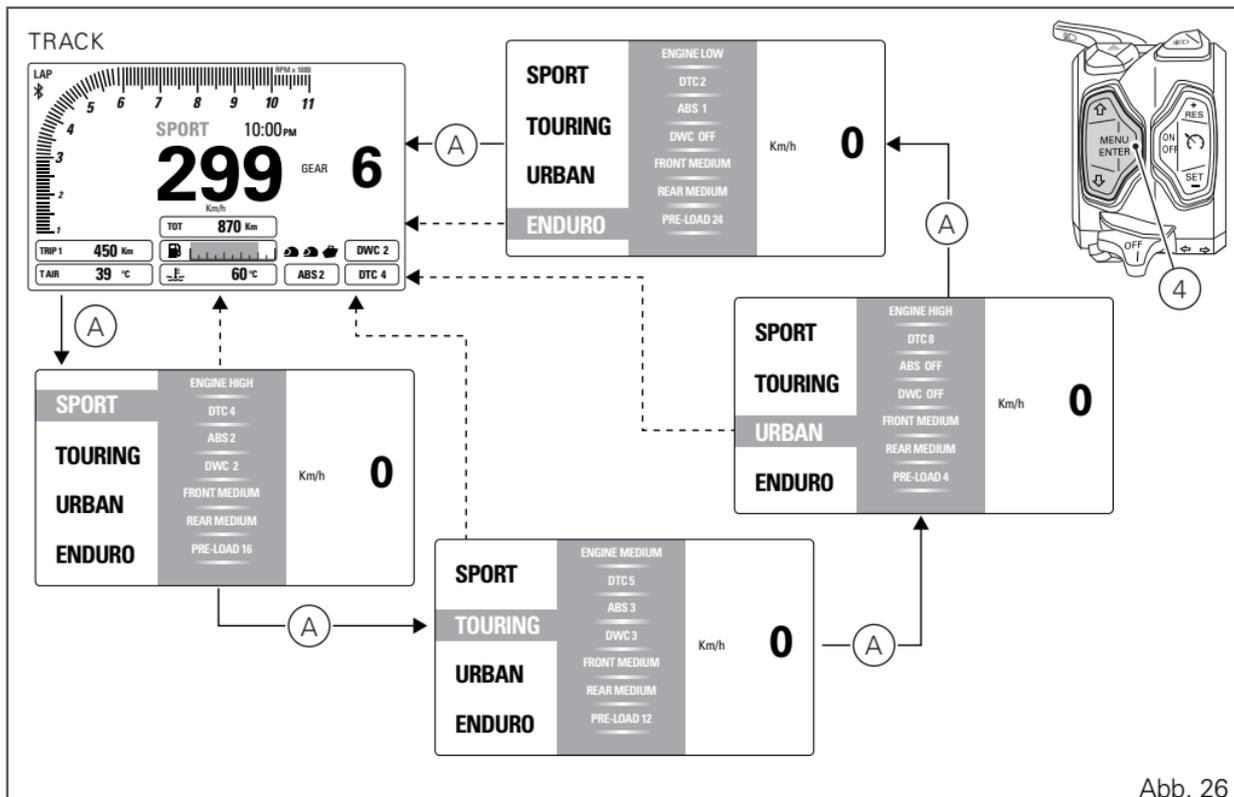

Abb. 26
Bei den angezeigten Informationen handelt es sich um Werte, die für jeden einzelnen Fahrmodus (Riding Mode) gespeichert wurden. Bei den gespeicherten Werten kann es sich um die von Ducati vorgesehenen oder die vom Fahrer personalisierten Werte handeln. Auf jedes Drücken der Taste MENÜ BESTÄTIGEN (4) wird der Riding Mode mit den zugeordneten anzeigbaren Parametern (A, Abb. 26) markiert.